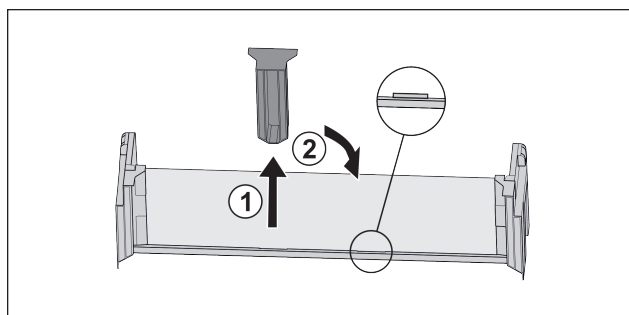

Fig. 94
- ▶ Retirar la pieza de sujeción central Fig. 94 (1).
- ▶ Colocar la pieza de sujeción central en la segunda posición Fig. 94 (2).